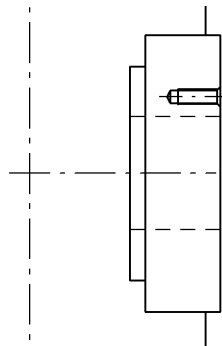

Рис. 51.97.
7. Удалите вспомогательную прямую (рис. 51.97).